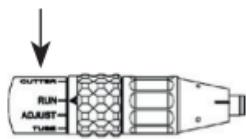

Figura 1
- Gire el casquillo de bloqueo del accesorio para alinear la flecha con «ADJUST» (AJUSTAR) (figura 1).
- Gire el casquillo de bloqueo del accesorio para alinear la flecha con «RUN» (MARCHA) (figura 1).
- Gire el casquillo de bloqueo del accesorio para alinear la flecha con «CUTTER» (CUCHILLA) (figura 1).
- Gire el casquillo de bloqueo del accesorio para alinear la flecha con «TUBE» (TUBO) (figura 1).